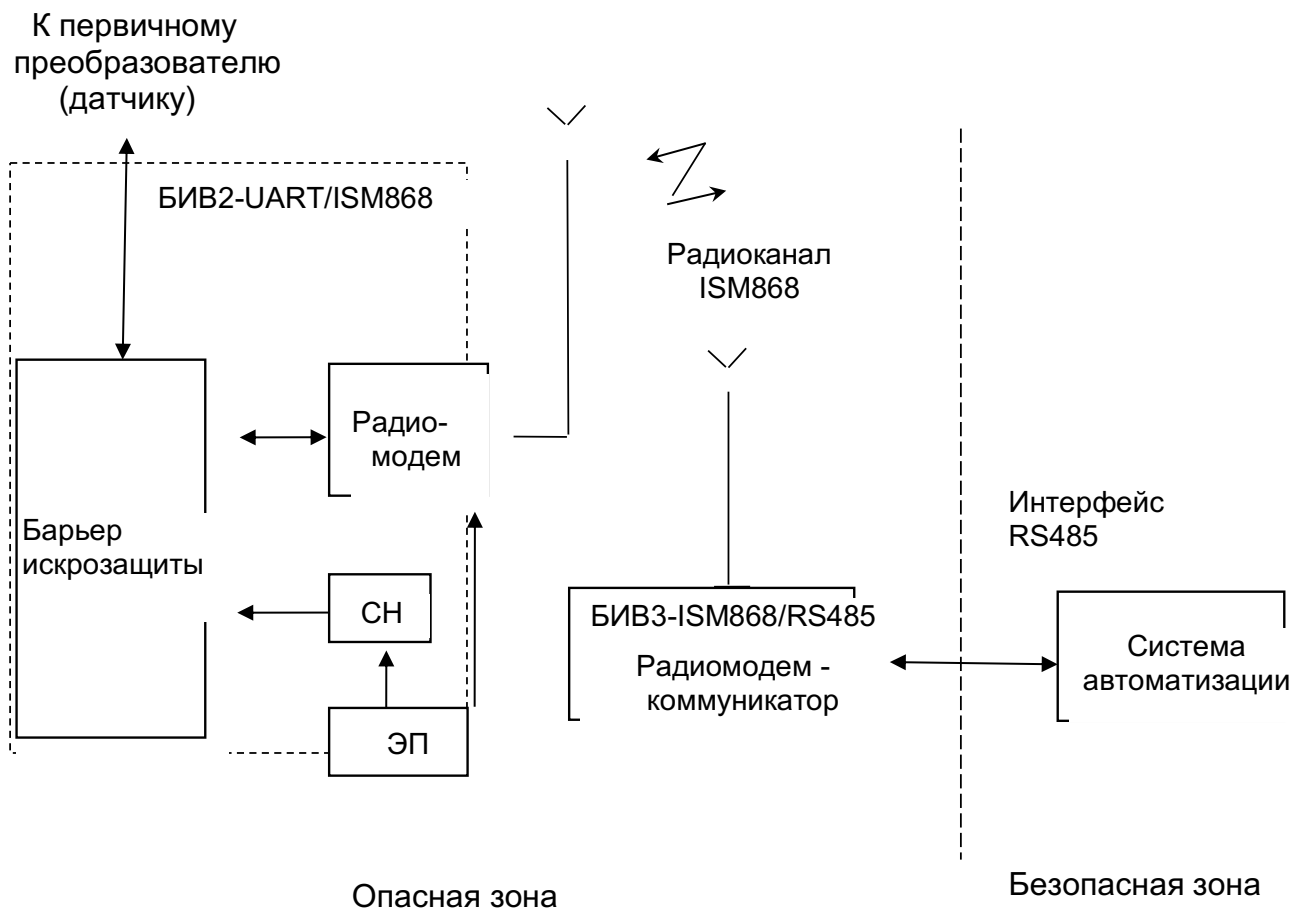

Рисунок 2. Функциональная схема беспроводного комплекса на базе БИВ2 и БИВ3
4.2.2 Функциональная схема блока БИВ2 в комплексе с БИВ3, а также дополнительные устройства, реализующие беспроводное подключение датчика к интерфейсу RS-485, показаны на рис. 2.